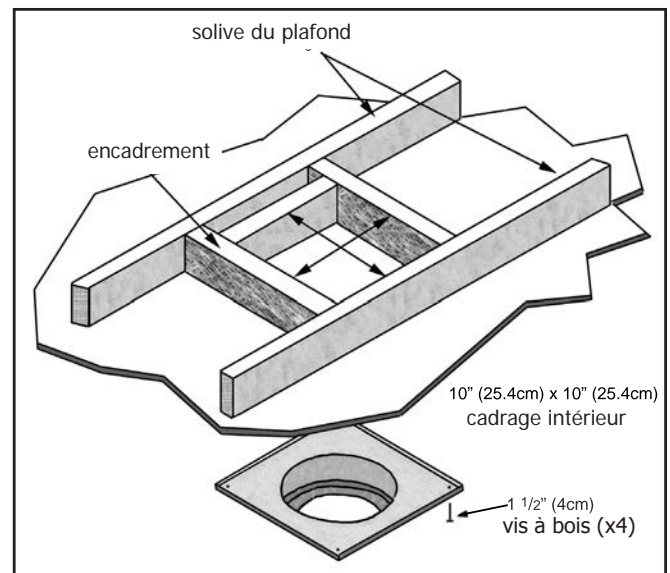
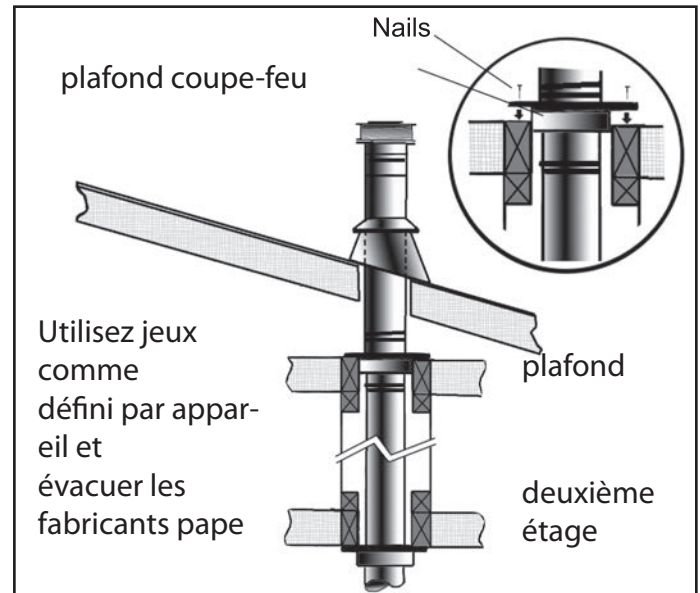

Figure 30: Encadrement mur pour un trou pour installation verticale.
Figure 34: l'installation du tuyau d'évacuation de plusieurs étages
Thimble dans un plafond plat, coupez un «trou carré 10 dans le plafond, centrée dans le trou percé à l'étape 2. Cadre du trou comme indiqué sur la Figure 30.
7. Glissez le solin par-dessus la section de tuyau en saillie à travers le toit. Fixez la base du solin au toit avec des clous de toiture. Utiliser un produit d'étanchéité non durcissant entre le bord amont de la solin et le toit. Assurer le matériau de couverture recouvre le bord supérieur du solin Comme le montre la Figure 30. Vérifiez que vous avez au moins le dégagement minimal aux matériaux combustibles à la ligne de toit.
- (c) Pour les installations de plusieurs étages. Un coupe-feu de plafond est exigé au deuxième étage, et toutes les étages ultérieurs (voir Figure 34). L'ouverture doit être conçue de 10 "(25,4 cm) x 10" (25,4 cm) à l'intérieur des dimensions, de la même manière que celle représentée sur la figure 30.